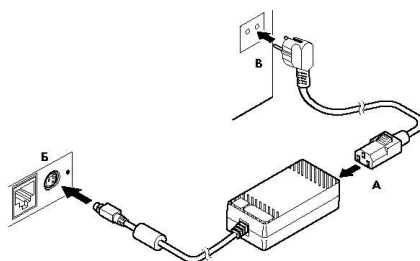

Рисунок 4 Подключение кабелей питания
1. Подсоедините вилку кабеля питания к адаптеру (см. Рис. 4, позиция А);
2. Вставьте вилку кабеля адаптера в разъём под кабель питания на задней стенке ККМ (см. Рис. 4, позиция Б);